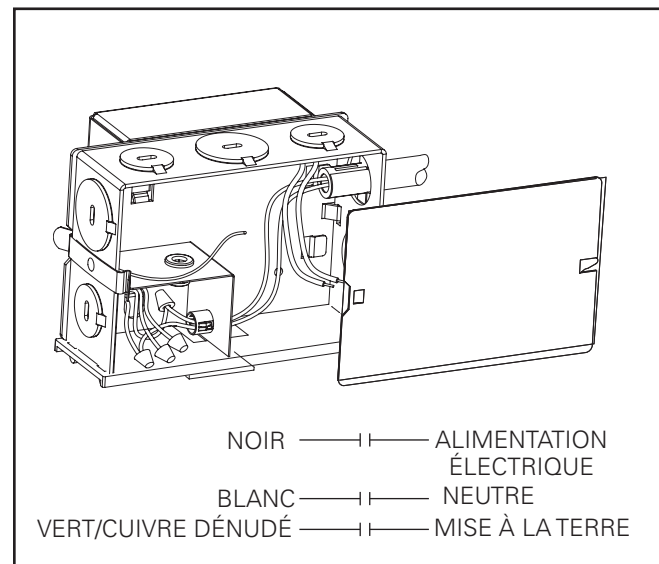

Figure 11.
- Retirez le couvercle de la boîte de jonction (Figure 11.).